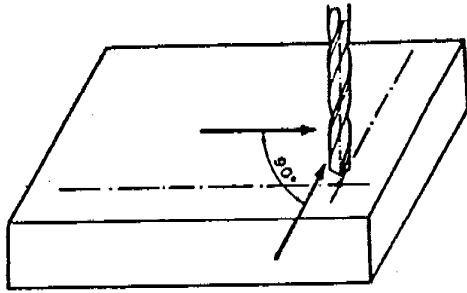

Fig. 9-3
2.1. Centrado.—(La taladradora tendrá dispuesta una broca de $\varnothing 5$ mm). Aproximar esta al granetazo indicado en la fig. 9.3, y comprobar su centrado desde dos puntos situados a 90° . Si no está bien mover la mordaza hasta lograr una coincidencia exacta.